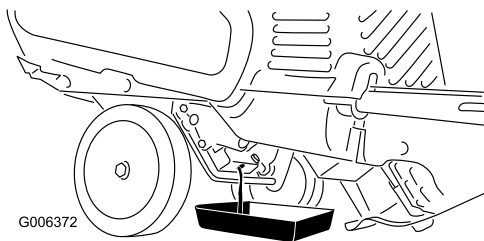

Figure 24
3. Placez un bac de vidange sous le bouchon de vidange et retirez le bouchon; basculez la machine en arrière et vidangez l'huile usagée dans le bac de vidange (Figure 24).